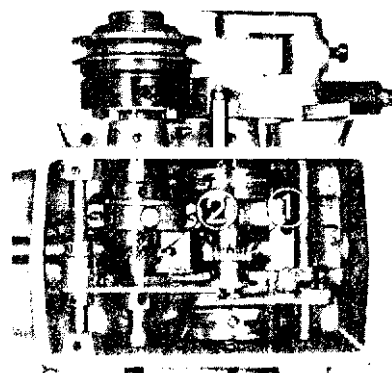
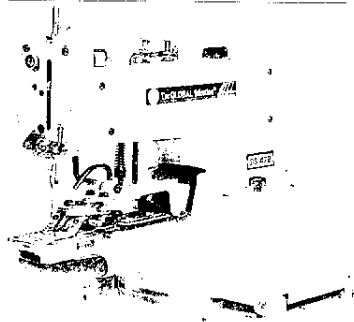

Fig. 4
Fig. 1
5. LUBRIFICATION - FIG. 1, 2, 3 & 4
ENSUITE, DESSERER LES VIS DE LIAISON TETE/BRAS (1) FIG. 1 ET APRES AVOIR BASCULE LA MACHINE COMME INDIQUE FIG. 4, VOUS POUVEZ VOIR LE SYSTEME D'ENGRENAGES (1) ET (2). GRAISSER LES DEUX. VERIFIER PERIODIQUEMENT SI L'HUILE APPARAIT A LA SURFACE DU FEUTRE A L'INTERIEUR DE L'EMBASE, SI NON RECOMPLETER.